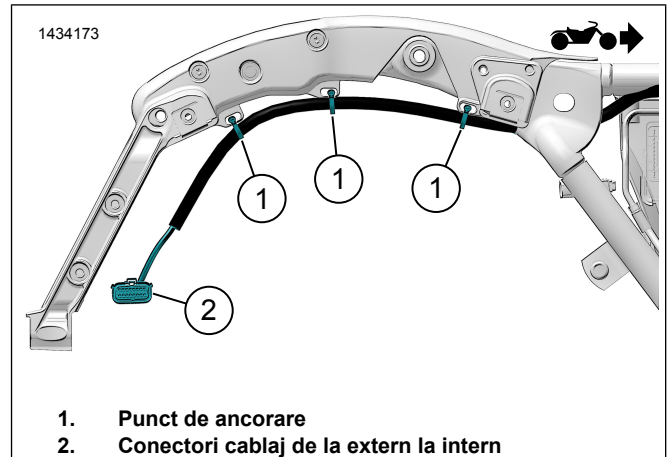
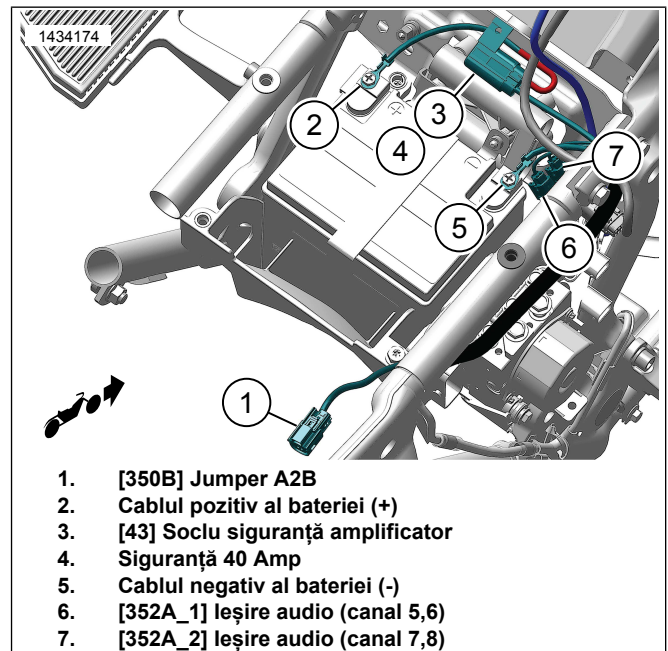

Figura 17. Direcționarea cablajului extern (tipic)
Figura 18. Direcționarea cablajului extern (tipic)
- a. A se vedea figura 17. Folosind curele de cablu instalați lejer cablajul la punctele de ancorare (1). Nu strângeți curelele de cablu.
- c. A se vedea figura 18. Direcționați cablajul rămas în zona cutiei bateriei.
- d. Conectați cablul negativ al bateriei (2).
- e. Conectați cablul pozitiv al bateriei (4).
- f. Montați siguranța (4) în soclul siguranței (3).
- g. Fixați soclul siguranței (3) cu curea de cablu.
- h. Dirijați conectorii (1) spre zona capacului din partea stângă și conectorii (5, 6) spre capacul din partea dreaptă.
2. A se vedea figura 17. Conectați cablajul exterior de la desagă la cablajul intern (2) și la desagă.
3. A se vedea figura 18. Conectați [350B] (1) a cablajului amplificatorului secundar la [350A] de la cablajul amplificatorului primar.
- a. **FLTRKSE 2022:** Conectați [350B] (1) al cablajului amplificatorului secundar la conectorul cu 2 căi.